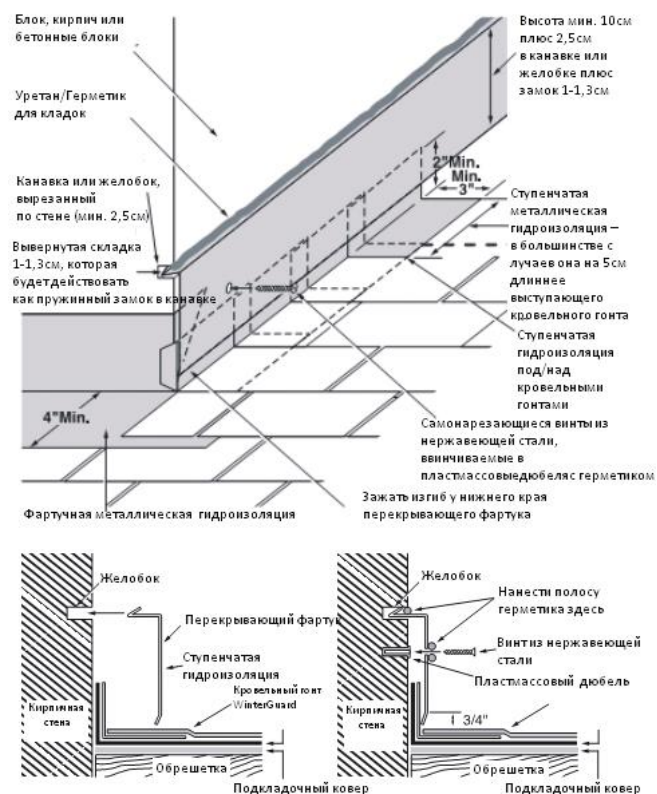

Рис. 6-14: Непрерывный перекрывающий фартук у кирпичных дымоходов и стен.
**ЦЕЛЬНЫЙ ПЕРЕКРЫВАЮЩИЙ ФАРТУК:** Этот метод гидроизоляции с применением перекрывающего фартука использует цельную металлическую деталь вместо обычно расположенного уступами (ступенчатого) перекрывающего фартука вдоль боковой части дымохода или стены с заполненными раствором швами. Это альтернатива использованию ступенчатого перекрывающего фартука, которая может привести к протечкам воды по вертикальным швам при сильном ветре или попаданию внутрь мелкозернистого снега под воздействием ветра. При применении цельного перекрывающего фартука фартучная гидроизоляция будет непрерывной на кровельном гонте и далее по кирпичной стене. Часть вертикальной стены в этом случае закрывается перекрывающим фартуком (Рис. 6-14).
гидроизоляцию на крыше в месте стыка с кирпичным дымоходом или стеной. Обратите особое внимание на любые угловые изгибы металла и стыки (Рис. 6-14).